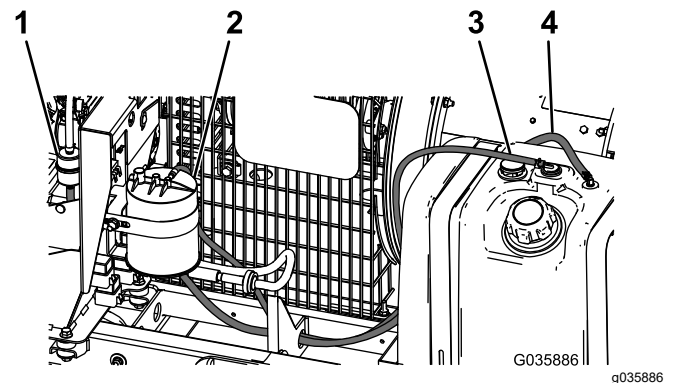

Bild 8
9. Bringen Sie den Schlauch am Kraftstofftank und Kraftstofffilter an und befestigen Sie diese mit den zuvor entfernten Schlauchklemmen, wie in Bild 8 abgebildet.
10. Bringen Sie den 1,5 m langen Schlauch am Kraftstofftank und Aktivkohlefilter an und befestigen Sie diese mit den zuvor entfernten Schlauchklemmen, wie in Bild 8 abgebildet.